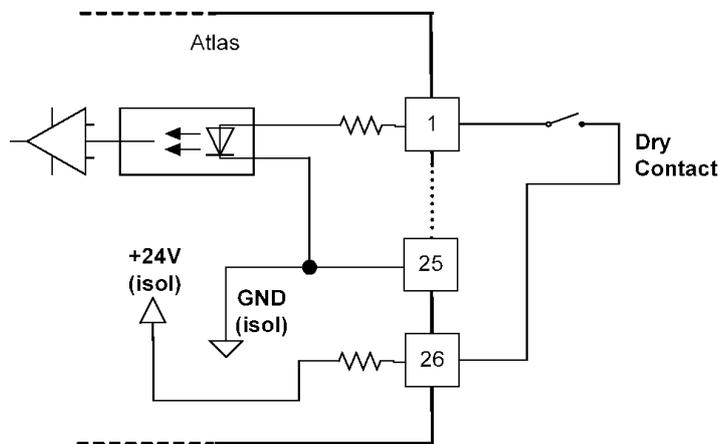

図 4-9. ディスクリート入力と SmartCore ボードのインターフェース(配線方法の1例)
- ディスクリート入力配線については図 4-9 を参照してください。